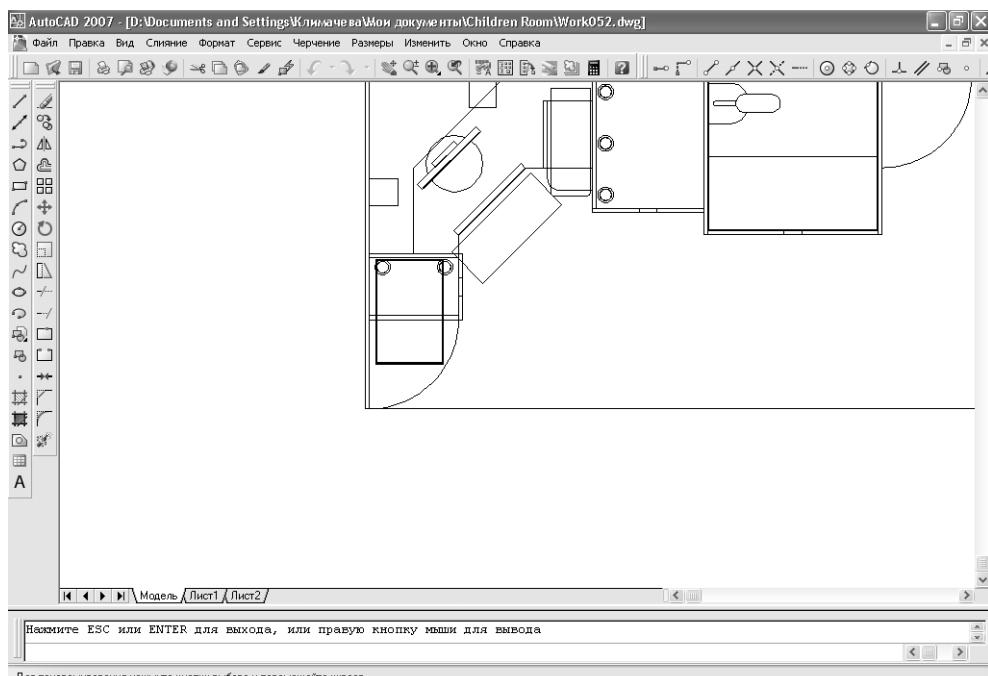

Рис. 5.42 ▼ Перемещение чертежа в области черчения с помощью инструмента **Панорамирование в реальном времени** (Pan Realtime)
2. Нажмите **левую** кнопку мыши и, не отпуская ее, переместите указатель вправо и вверх. Чертеж будет перемещаться в области черчения вместе с перемещением указателя (рис. 5.42). Когда малая тумба окажется примерно посередине области черчения, отпустите кнопку мыши.